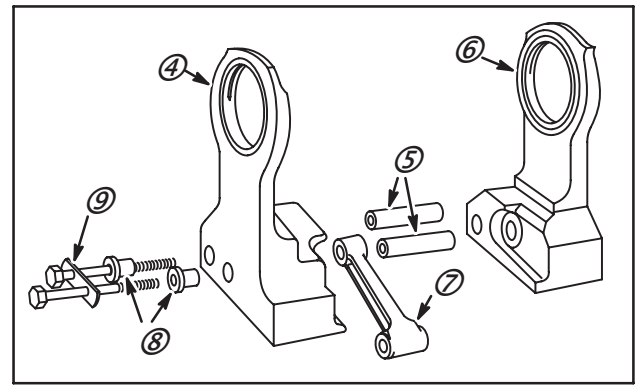

Fig. 10
6. Déposer la masse du côté P.T.O. (4), le(s) axe(s) (5), la biellette (7) et la ou les entretoise(s) (8) (si utilisés).
7. Déposer le vilebrequin du côté volant magnétique du contrepooids (6), Fig. 10.
8. Ouvrir la languette de frein (si utilisée) (9) et déposer la ou les vis de contrepooids.